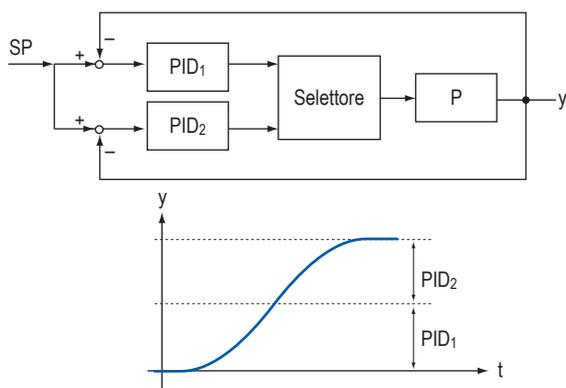

Fig. 2. Gain scheduling.
Il controllo con selettore (*gain scheduling*) si ha quando si dispone di due o più set di parametri per un solo attuatore, che intervengono per esempio per tratti differenti della dinamica di uscita (**fig. 2**), il primo ( $PID_1$ ) per la risposta rapida alle variazioni del set point (SP), e il secondo ( $PID_2$ ) per una maggiore reiezione ai disturbi.